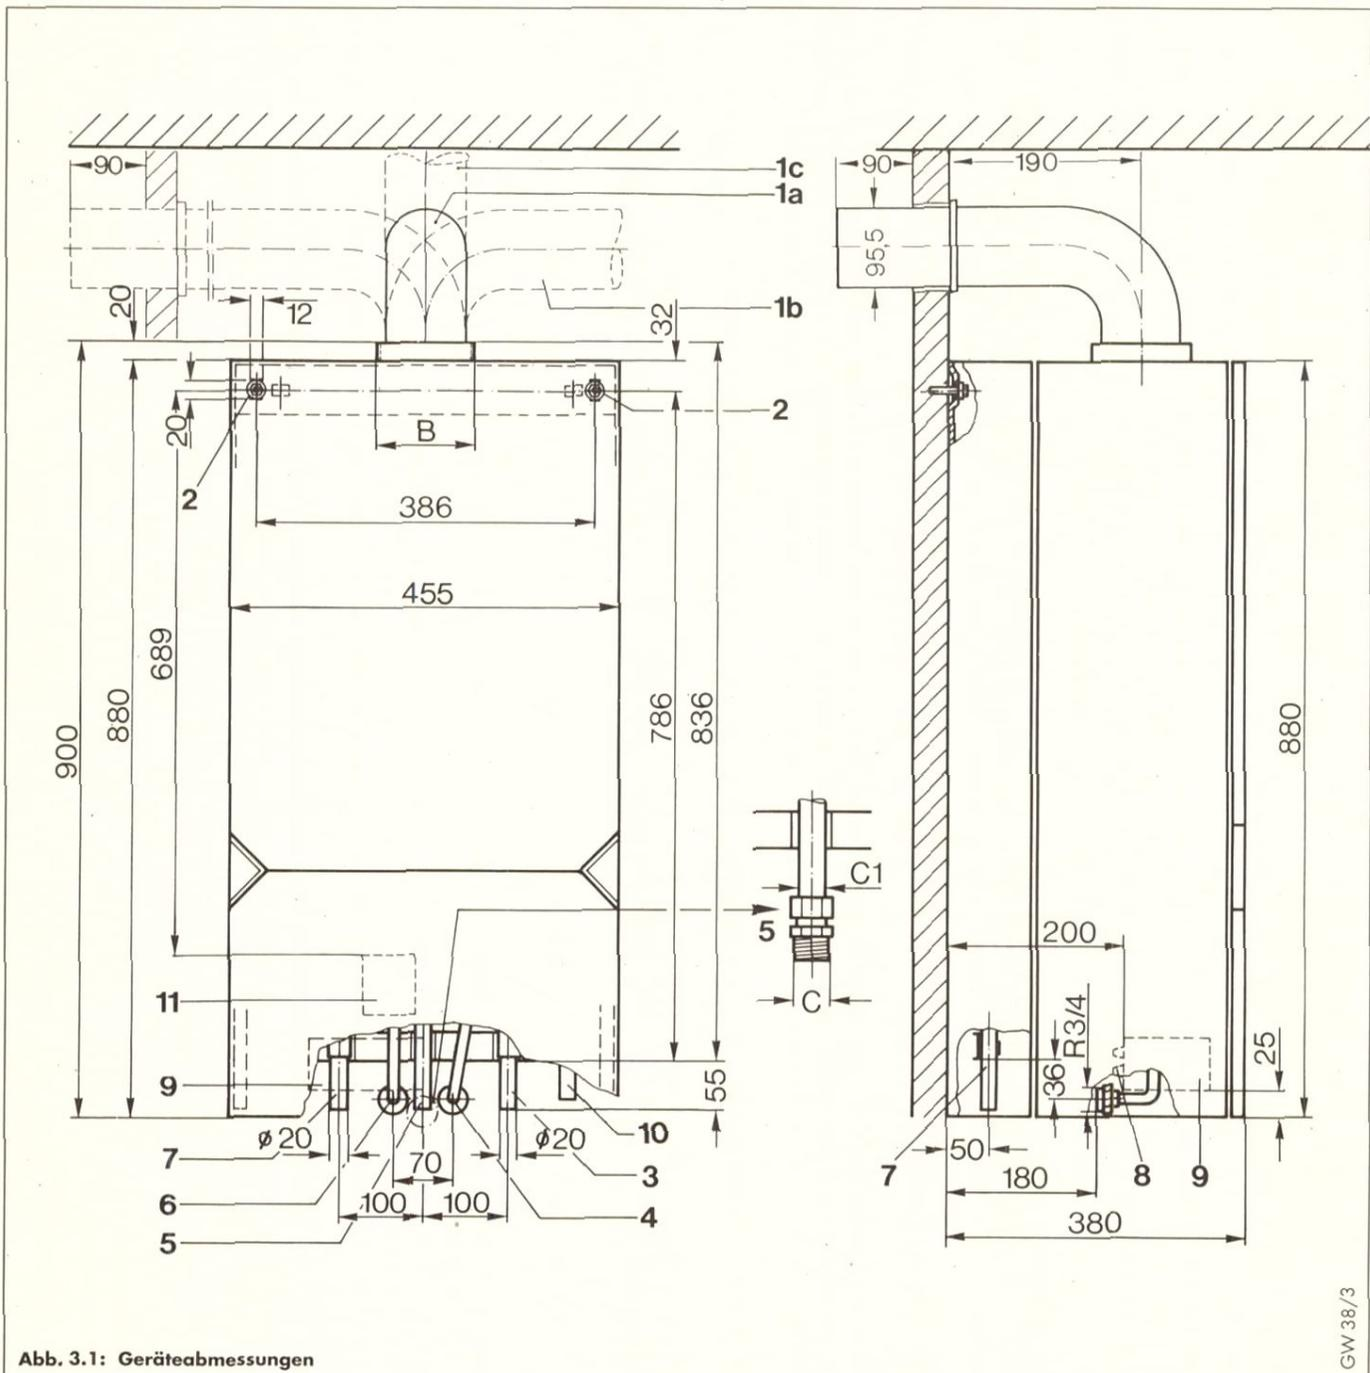

Abb. 3.1: Geräteabmessungen
Legende zu Abb. 3.1
- Lage der Stockschrauben unter Berücksichtigung der Anschlußabmessungen des Gerätes (s. Abb. 3.1 und 3.2, Seite 4 und 5) festlegen.